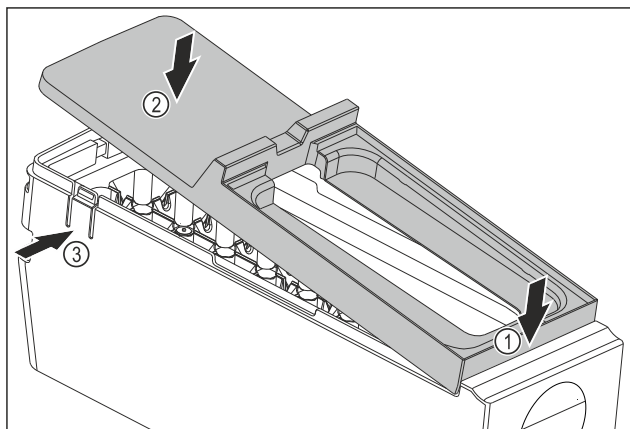

Fig. 174
- EasyTwist-Ice'i korpuse kate monteerimine: Pange kate ees kohale. Fig. 174 (1)
- Langetage taga katet. Fig. 174 (2)
- Kate fikseerub kuuldavalt mõlemasse aasa Fig. 174 (3).